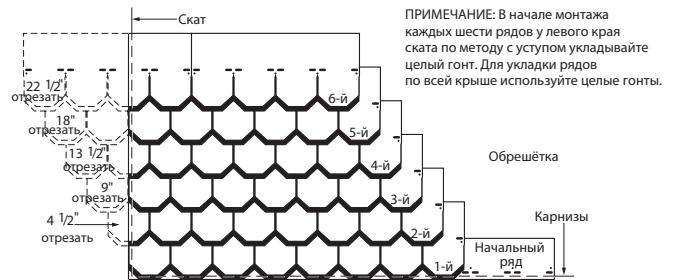

Рис. 16-15. Шесть вверх, на 11,4 см обрезка (гонт Carriage House).
2. Вбейте гвозди в начальный полосовой гонт примерно на 3,8 см выше нижнего края таким образом, чтобы они были выровнены по центру под язычками гонта первого ряда. Продолжите укладку вдоль карнизов, используя целые гонты размером 25,4 x 91,4 см (Рис. 16-15).
1-й РЯД: Уложите целый гонт в левом нижнем углу крыши, расположив язычки вровень с начальным рядом (Рис. 16-15).